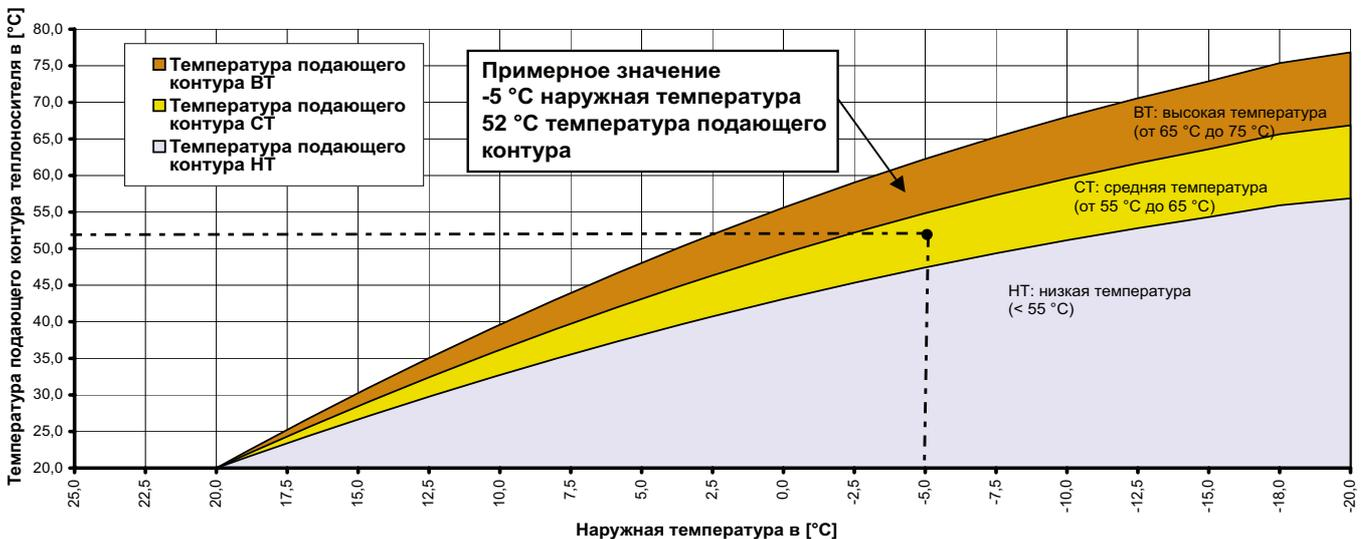

Рис. 1.1: Диаграмма экспериментального расчета фактически требуемых температур системы
**б) Экспериментальный расчет в течение отопительного периода (см. Рис. 1.1 на стр. 12).**